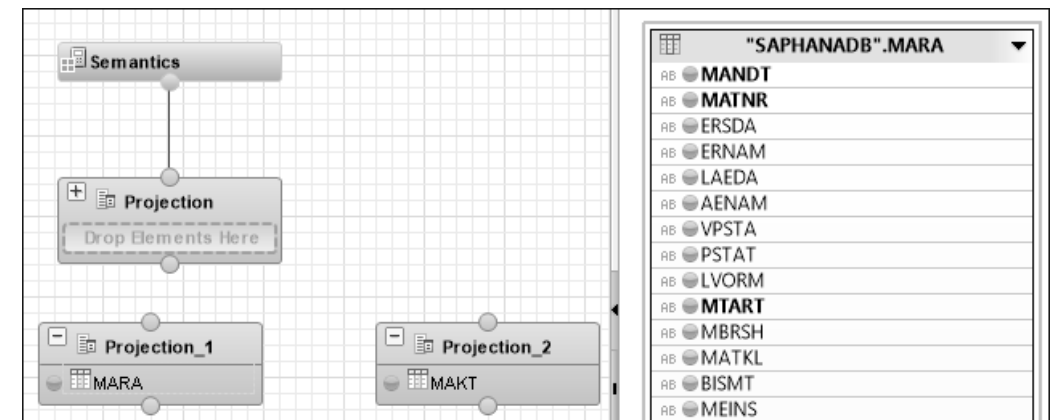

Abbildung 3.45 Attribute der Tabelle MARA auswählen
4. Aus den Feldern der Tabelle **MARA** wählen Sie **MANDT**, **MATNR** und **MTART** aus (siehe Abbildung 3.45).